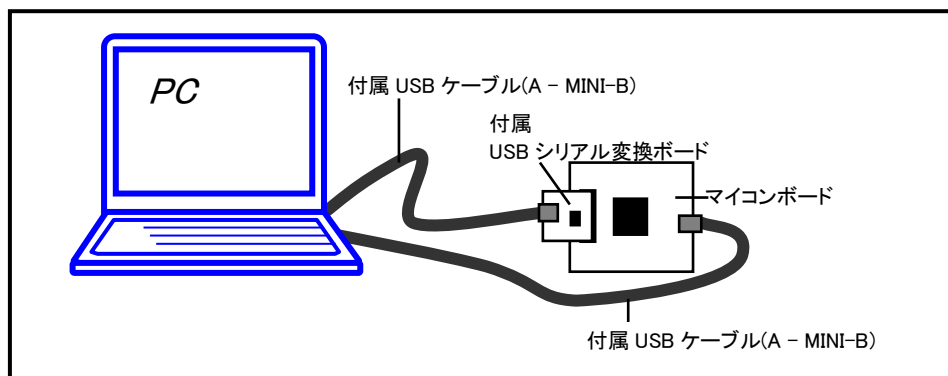

図 3-2 接続設定図
- ②付属の USB-ADAPTER と USB ケーブル(A - MINI-B) を接続してください。
- ③②で準備した USB ケーブル(A - MINI-B) を PC と接続してください。
- ④②で準備した USB-ADAPTER をマイコンボードの J14 (20pin コネクタ) に接続してください。
- ⑤②で準備した USB ケーブル(A - MINI-B) とは別の USB ケーブル(A - MINI-B) をマイコンボードの J6、PC と接続してください。
- ⑥J9 より 5V 電源を投入してください。
※②～⑤の接続設定については「**図 3-2 接続設定図**」をご参照下さい